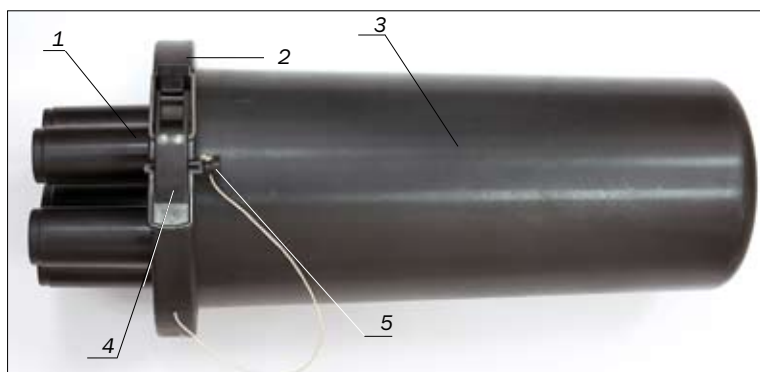

Рис. 2.1. Муфта в сборе:
**2.3.** Для укладки запаса оптических волокон и фиксации защитных гильз КДЗС используются две кассеты КУ-М-01 на 24 оптических волокна каждая. На *рис. 2.1* показана конструкция муфты МТОК 96/48 в сборе, а на *рис. 2.2* и **2.3.** - в деталях.
**2.5.** В состав базового комплекта муфты входит одна кассета типа КУ-М. Кроме деталей, показанных на рис. 2.1.-2.3., в состав базового комплекта входят: комплект крепёжных стяжек и липких маркеров; пакет с силикагелем; тюбик с вазелином и этикетка.